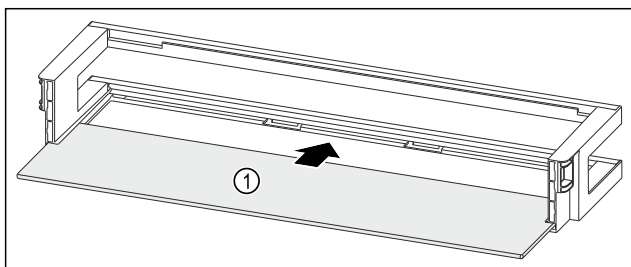

Fig. 90 Półka w drzwiach z półką
- ▶ Wsunąć półkę Fig. 90 (1) w boczne wycięcia.